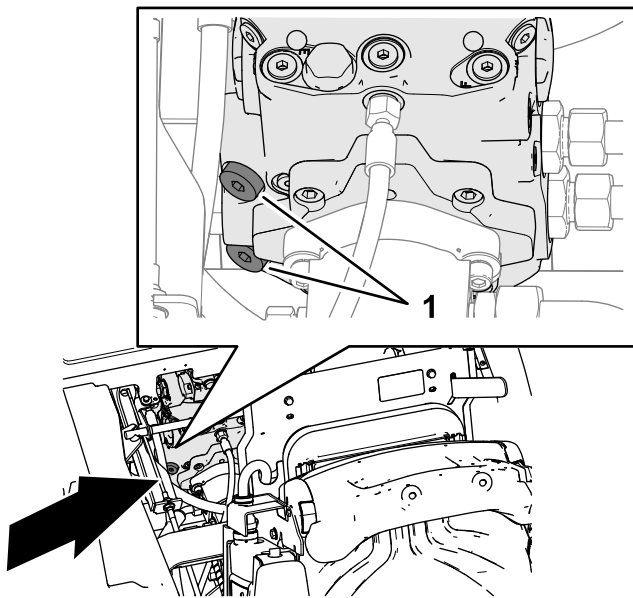

Bild 38
1. Verwenden Sie einen 8 mm Innensechskant-schlüssel, um die beiden Innensechskantstopfen für die Entlastungsventile der Getriebepumpe um drei volle Umdrehungen gegen den Uhrzeigersinn zu drehen (Bild 38).